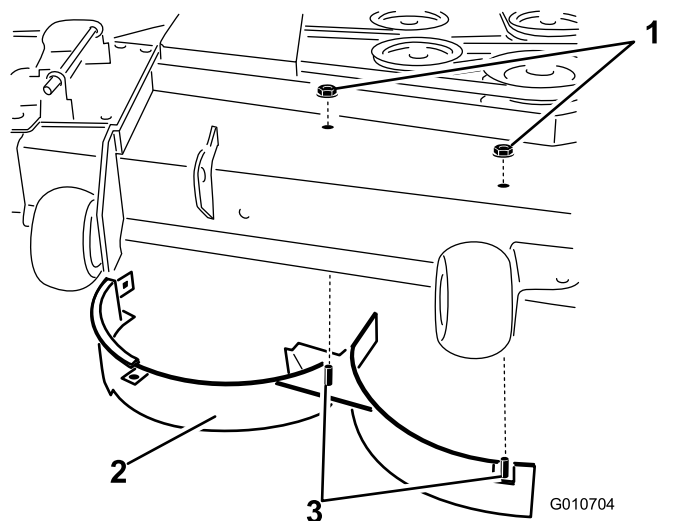

Figura 19
12. Retire el perno de cuello cuadrado y la contratuerca que sujetan el deflector derecho a la parte superior de la carcasa del cortacésped, y retire el deflector derecho de la carcasa del cortacésped (Figura 19).
11. Retire las 2 contratuercas (5/16") que sujetan las clavijas soldadas del deflector derecho a la parte superior de la carcasa del cortacésped en las posiciones centro y centro derecha (Figura 19).